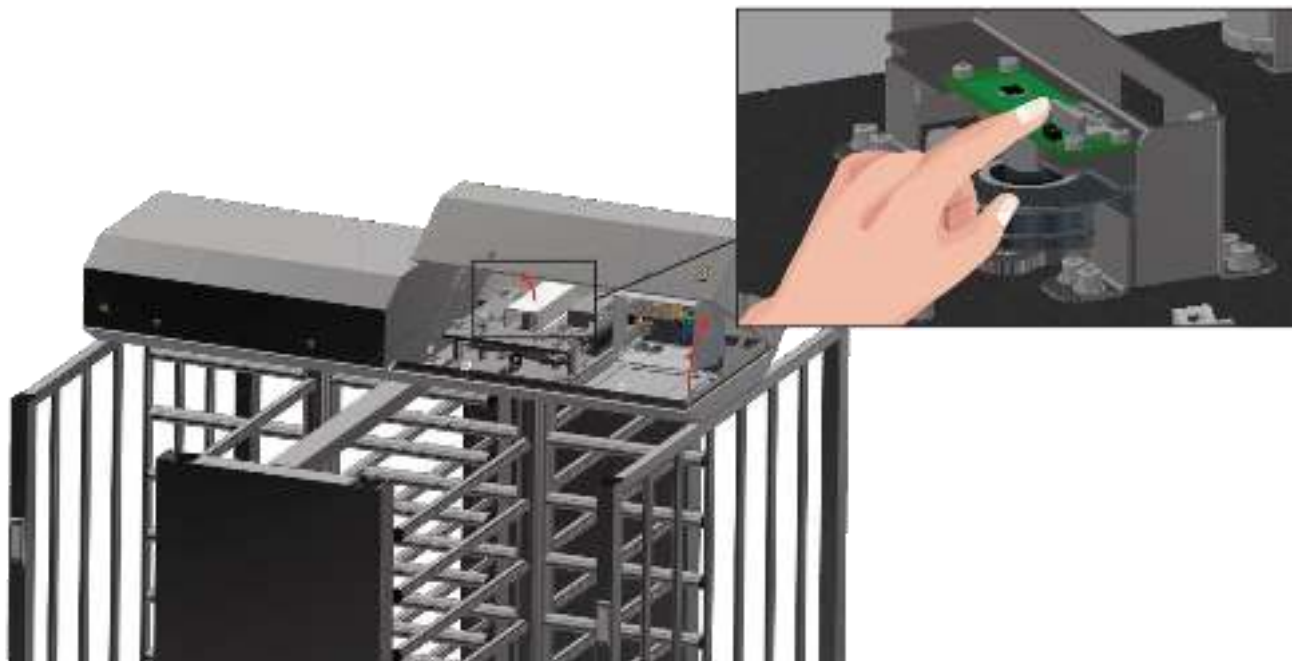

Рис.19 - Налаштування нульового положення
- 5) На платі магнітного датчика натиснути кнопку установки нульового положення та утримувати її не менше 1 секунди (рис. 19), потім відпустити (необхідно стежити, щоб зусилля натискання на кнопку не прогинало плату);